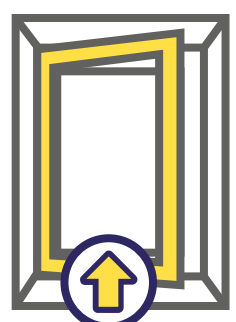

рис.3
5.4. Не вставляйте между рамой и створкой посторонние предметы (рис. 3)